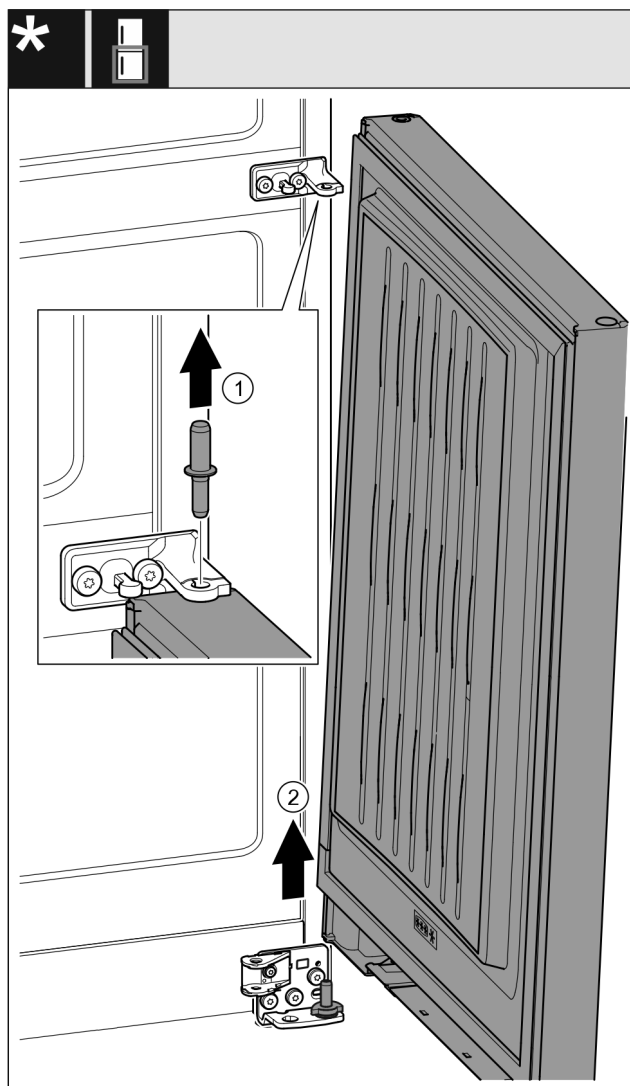

Fig. 29 Avec amortisseur de fermeture*
- Retirer l'axe Fig. 29 (1) par le haut.*
- Faire pivoter la porte Fig. 29 (2) vers l'extérieur, la retirer par le haut et la mettre de côté.*